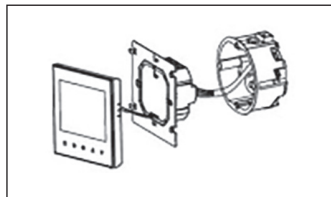

Рис. 5
6.3.1. Отсоедините переднюю панель от монтажной пластины с клеммной колодкой — для этого слегка оттяните и сдвиньте вниз тыльную часть устройства, тогда крючки металлической монтажной пластины выйдут из пазов передней панели термостата и устройство можно будет разъединить на две части, предоставив доступ к крепежным отверстиям монтажной пластины (рис. 5).